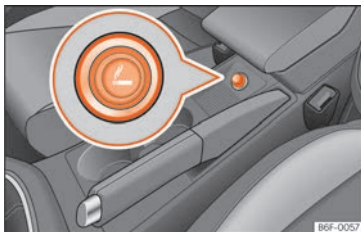

Fig. 160 Allume-cigare.
- Enfoncez le bouton de l'allume-cigare » **fig. 160** pour l'activer » **△**.